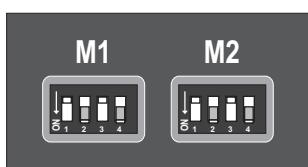

Fig.1
- Stel het type van de Key Automation S.r.l. motoren (tabel 1) waarop de module 900MAS200 toegepast wordt in door middel van de 4 microschakelaars die zich aan de bovenkant bevinden (fig. 1).